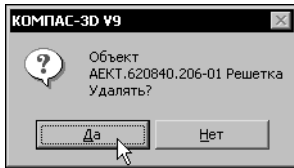

Рис. 12.6. Запрос на удаление объекта
3. Внимательно прочитайте сообщение в появившемся диалоге (рис. 12.6). Убедитесь, что удаляете действительно ненужный объект. Нажмите кнопку **Да**.